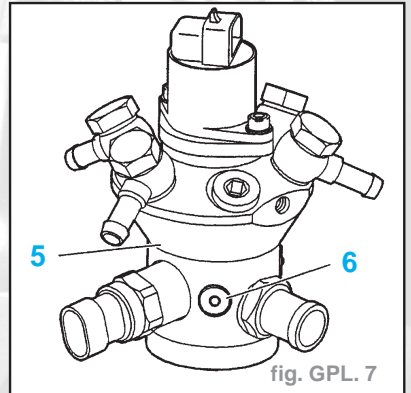

fig. GPL. 7
- Desserrer les 2 vis de fixation du distributeur (5) (fig. GPL. 7).
- Soulever le distributeur (5).
- Déposer le bouchon (6).
- Mettre en place l'outil (2) à l'aide de l'outil (3).
- Serrer l'outil (2).
- Reposer et serrer le bouchon (6) (fig. GPL. 7).
- Mettre en place le distributeur (5).
- Serrer les 2 vis de fixation du distributeur (5).